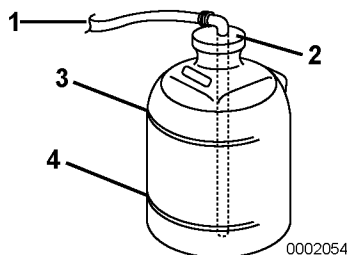

Figure 8
5. Enlevez le bouchon du vase d'expansion du liquide de refroidissement (**Figure 8, (2)**) et remplissez-le avec du mélange de refroidissement jusqu'au repère inférieur (**Figure 8, (4)**). Remettez le bouchon en place. Ne remplissez jamais jusqu'au repère supérieur (**Figure 8, (3)**). Capacité du vase d'expansion du liquide de refroidissement : 0,8 L (1,7 pinte)
6. Vérifiez le tuyau en caoutchouc (**Figure 8, (1)**) raccordant le vase d'expansion du liquide de refroidissement à l'échangeur thermique. Assurez-vous que le tuyau est bien raccordé et qu'il n'est ni desserré ni abîmé. Si des fuites surviennent dans le tuyau ou au raccord, une quantité excessive de liquide de refroidissement sera perdue.